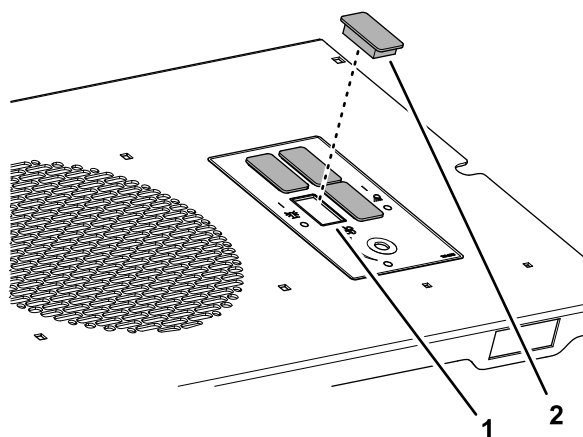

Figure 4
1. Placez l'obturateur en face d'une des découpes rectangulaires du panneau de commande (Figure 4).
2. Insérez l'obturateur dans la découpe jusqu'à ce qu'il s'enclenche fermement dans le panneau (Figure 4).
3. Répétez les opérations 1 et 2 pour les 3 autres obturateurs (Figure 4).